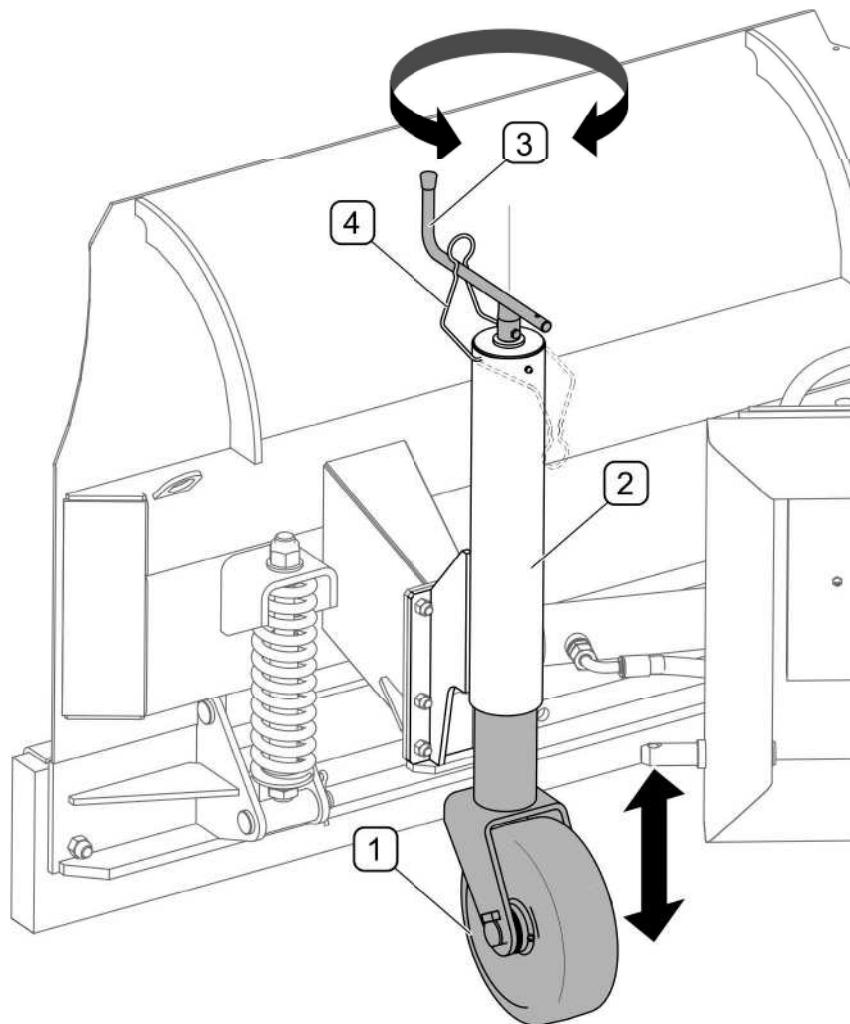

РИСУНОК 4.9 Регулирование рабочей высоты в плугах, оснащенных ходовыми
В плугах, оснащенных ходовыми колесами (РИСУНОК 4.9), регулирование рабочей высоты осуществляется путем перемещения колеса (1) вверх или вниз в корпусе (2) поворотом рукоятки (3). Рукоятка фиксируется блокадой (4). Требуемая высота колеса фиксируется положением рукоятки (3) и блокадой (4). Рекомендуется, чтобы оба колеса располагались на одинаковой высоте.